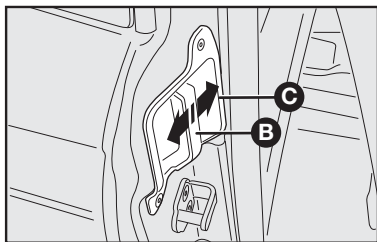

fig. 91
- destravar a maçaneta interna **B**—**fig. 91** em qualquer um dos sentidos da seta e abrir a porta traseira.